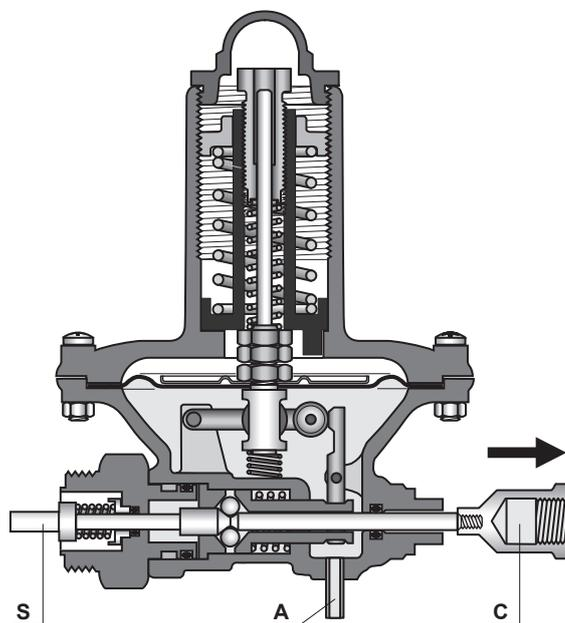

Рисунок 4. Запуск пилота серии OS/66
- b. Крепление шариков (10) надета на специальный инструмент и тщательно смазана, чтобы предотвратить падение шариков, и вставлены шарики (12) в гнезда. Держите специальный инструмент в вертикальном положении, затяните крепление шариков.
- c. Положение крепления шариков (10) отрегулирована так, чтобы при полностью опущенном рычаге (24), пластина (8) двигалась свободно и имела зазор 0,2 - 0,3 мм.
- d. Регулировочная гайка (40) установлена в исходное положение (см. рис. 4).
- e. Для обеспечения надлежащей посадки мембраны (36), слегка нажмите на шток (41). Установите крышку (7) и проверьте центрирование штока (41).
- f. Плотно затянуты винты крышки (27), гайки (25) и шайбы (26).